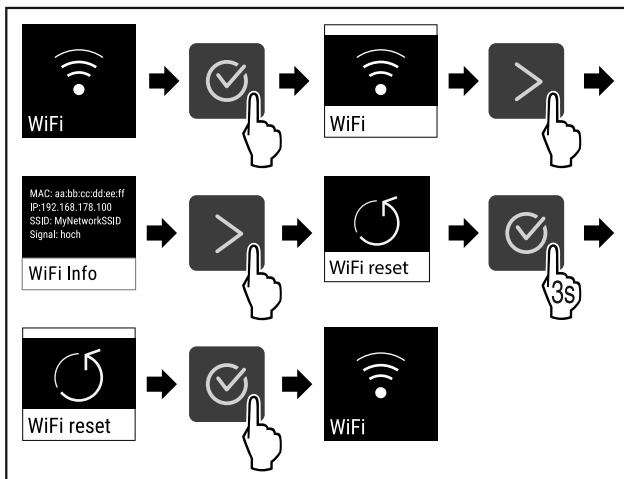

Fig. 87
- ▶ Efectuați pașii de acțiune (vezi Fig. 87).